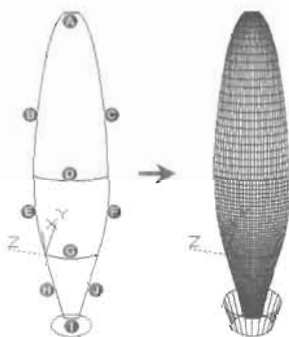

图 13-149
选择用作曲面边界的对象 1: //选择图 13-149 中的曲线 A
选择用作曲面边界的对象 2: //选择图 13-149 中的曲线 B
选择用作曲面边界的对象 3: //选择图 13-149 中的曲线 C
选择用作曲面边界的对象 4: //选择图 13-149 中的曲线 D
(3) 继续执行 Edgesurf 命令, 选择曲线 D、曲线 E、曲线 F 和曲线 G (如图 13-149 所示) 生成边界网格; 再次执行 Edgesurf 命令, 选择曲线 G、曲线 H、曲线 I 和曲线 J (如图 13-149 所示) 生成边界网格。
(4) 打开“曲面”图层, 观察曲面效果, 如图 13-149 (右) 所示。